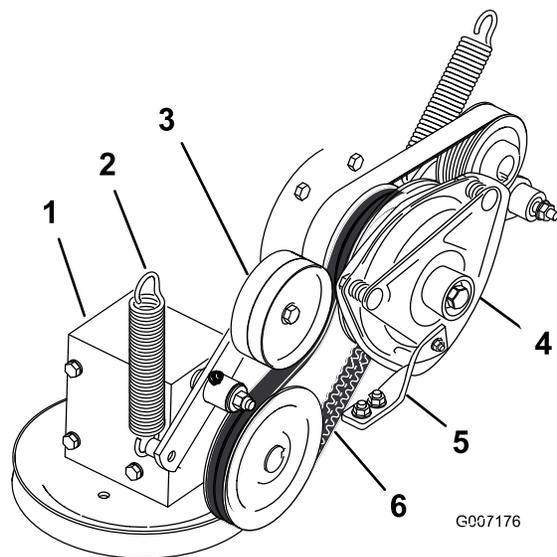

**Figura 88**
3. Desaperte os manípulos do painel frontal do motor e retire o painel (Figura 88).